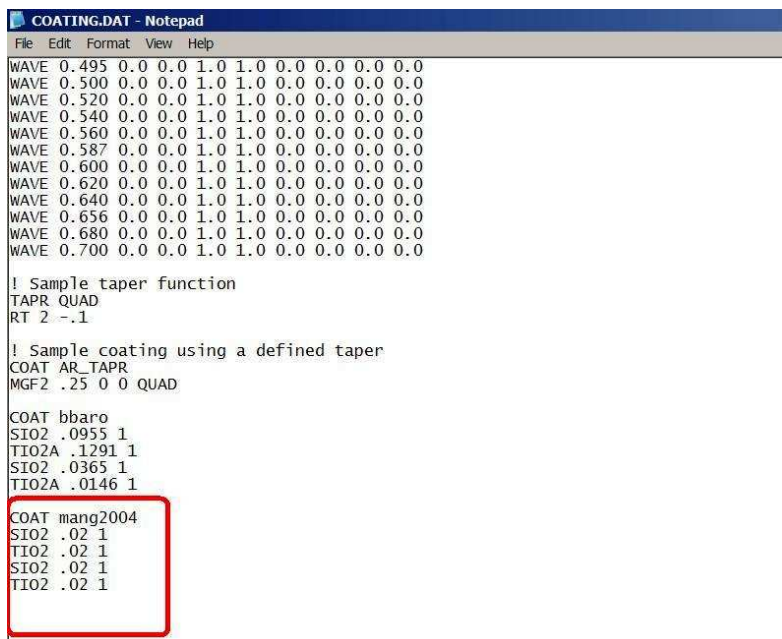

图 2
- 在 COATING.DAT 中定义膜系 mang2004，结构为 1|LHLH|G，各膜层物理厚度初始化值均为 20nm，如图 2。各膜层的厚度将在稍后进行优化。